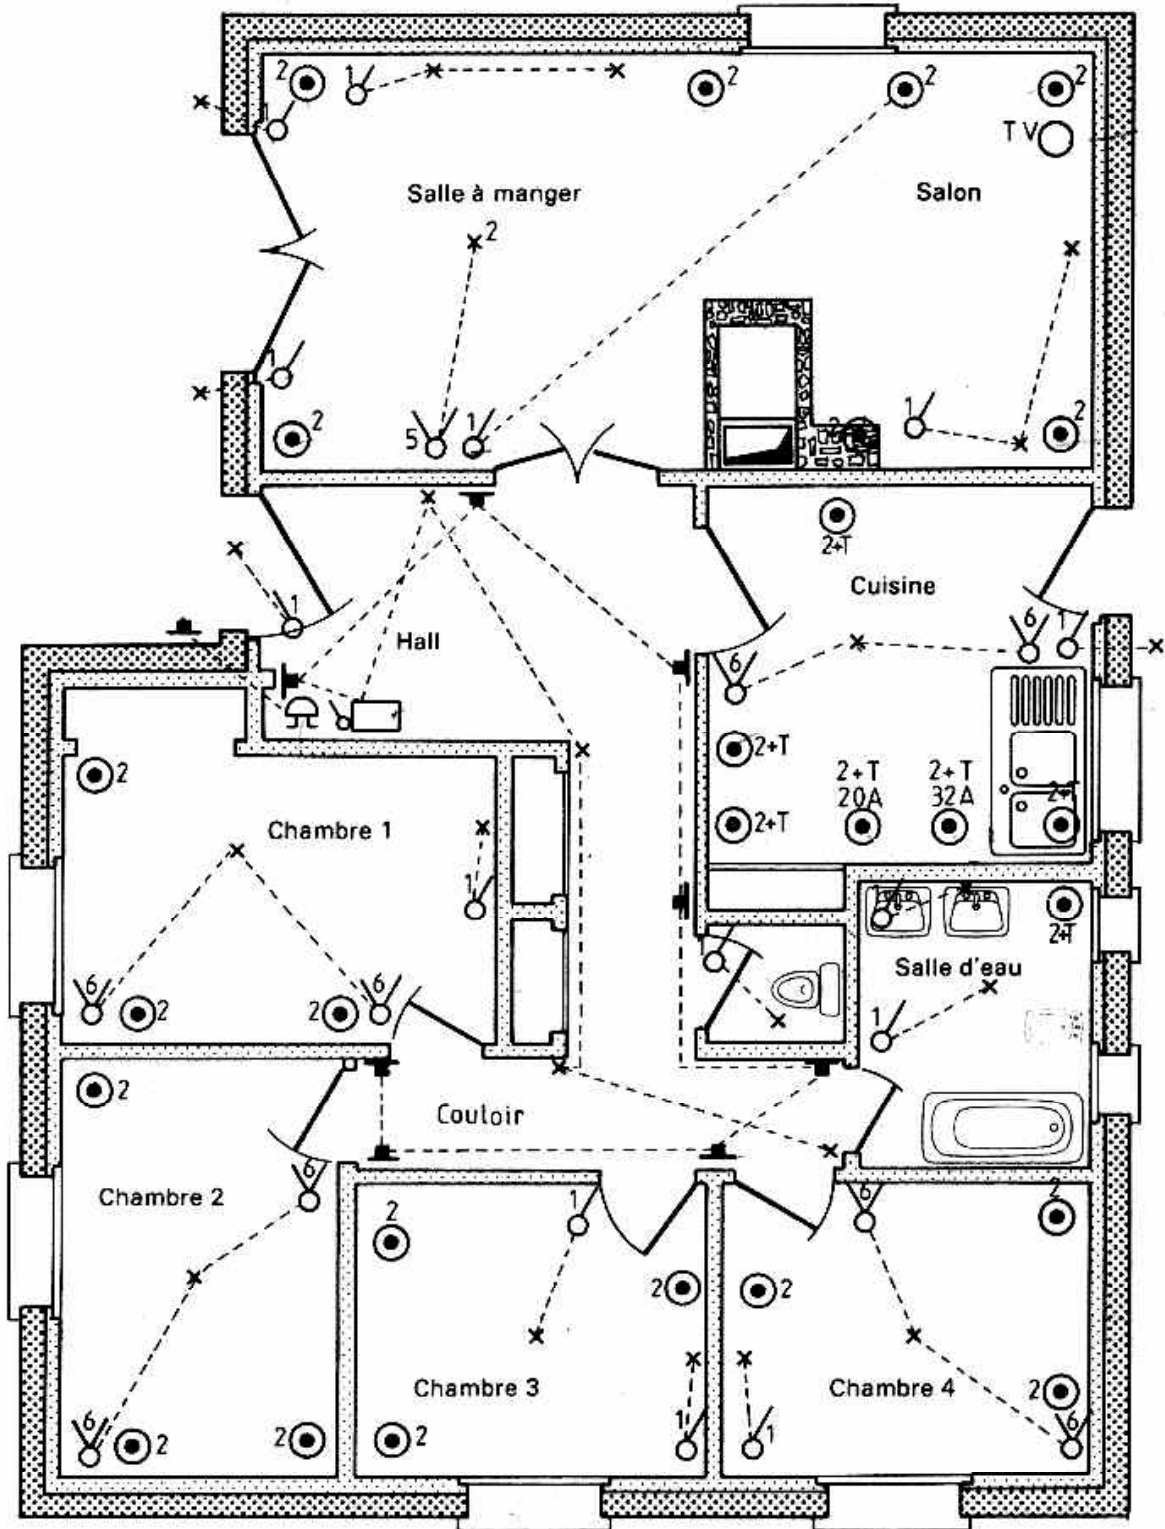

Figure 1 Schéma architectural d'un local d'habitation
1. En consultant le plan de la figure.1, noter le numéro du symbole correspondant à la description suivante :
2. Sur la figure 1, quels sont les composants associés aux numéros suivants :